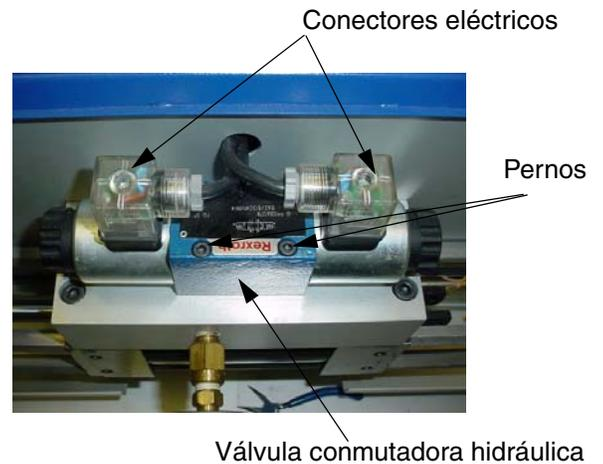

FIG. 12
3. Retire los cuatro pernos que sujetan la válvula de conmutación hidráulica. Ver FIG. 12.